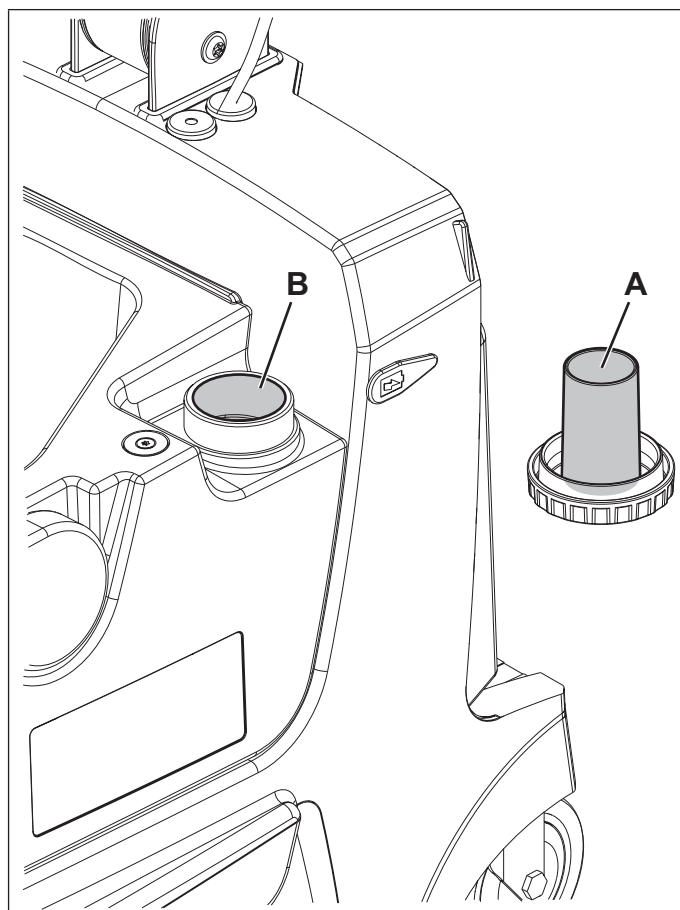

Figure 2
- Enlever le couvercle du réservoir (12).
- Enlever le bouchon (A, Fig. 2) du réservoir de solution (B).
- Remplir d'eau le réservoir de solution détergente (B) jusqu'à quelques centimètres du bord.